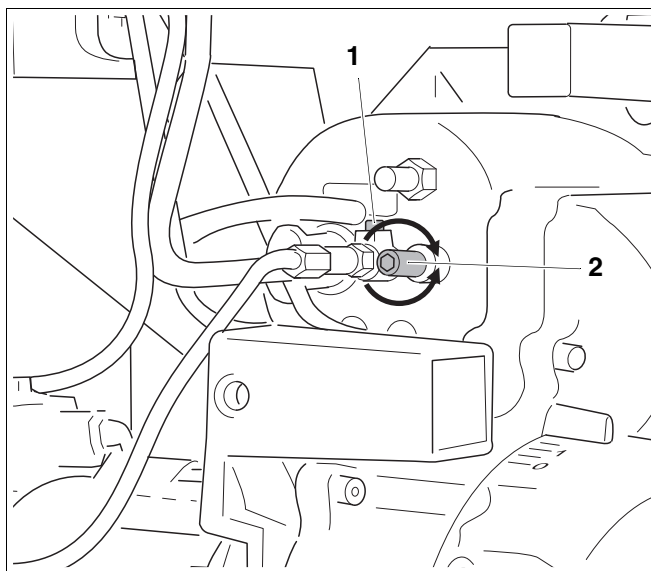

Рис. 18 Регулировка положения распределительного диска
Положение распределительного диска относительно выхода трубы горелки определяется размером Y (см. рис. 4 "Размеры запального электрода, распределительного диска и дросселя", стр. 10). Положение может быть отрегулировано ходовым винтом (рис. 18, поз. 2):
- Ослабить зажим стержня форсунки (установочным винтом рис. 18, поз. 1).